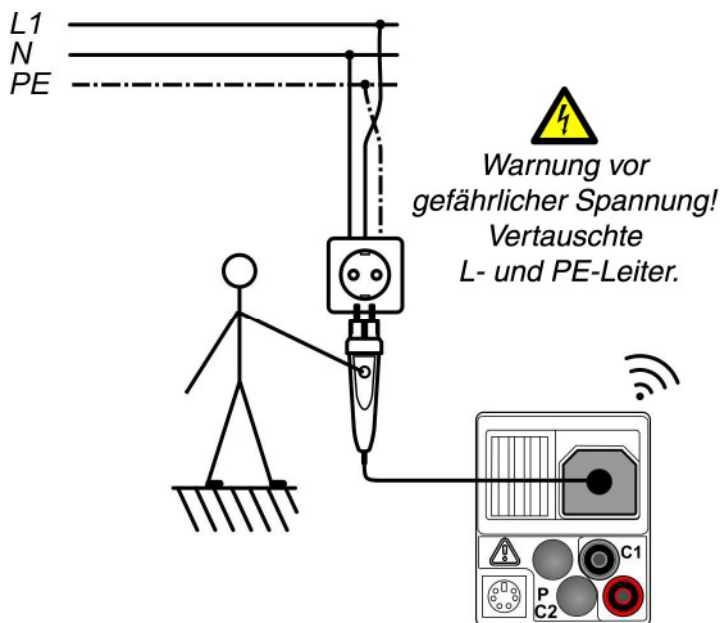

Abbildung 5.36: Vertauschte L- und PE-Leiter – Phasenspannung am PE-Leiter wird durch Berührung der TEST-Taste am Commander-Prüfstecker (Option) erkannt.
- Kontaktieren Sie die Prüflleitungen an das Prüfobjekt (siehe Abbildung 5.36 und 5.37).